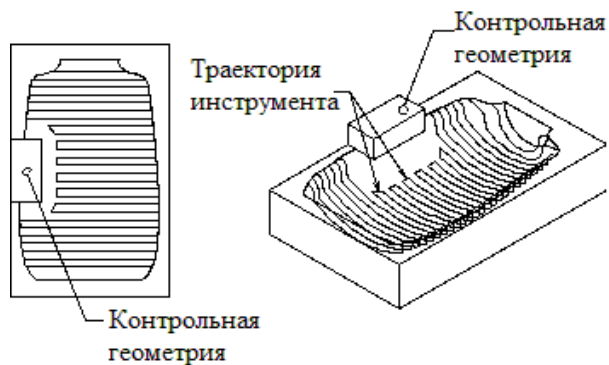

Рис. 1.21. Траектория инструмента, обходящая элементы оснастки
- **Контрольная геометрия (*Check Geometry*)** – используется для автоматического ограничения движения инструмента, например, вокруг элементов оснастки. В качестве контрольной геометрии выбираются элементы оснастки, которые находятся в зоне обработки детали. Сформированная системой траектория инструмента будет обходить элементы оснастки на расстоянии контрольного припуска (см. рис. 1.21, 1.22). **Контрольный припуск (*Check Safe Clearance*)** задаёт дополнительную зону безопасности для предотвращения столкновений инструмента и держателя с контрольной геометрией.